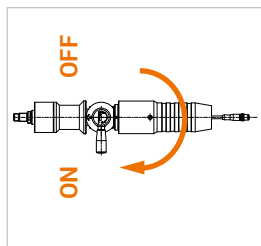

Figure 14
- ▶ Tournez le levier de commande (pos. 3) du nozzle de ravitaillement de 180° en position ON (Figure 14).